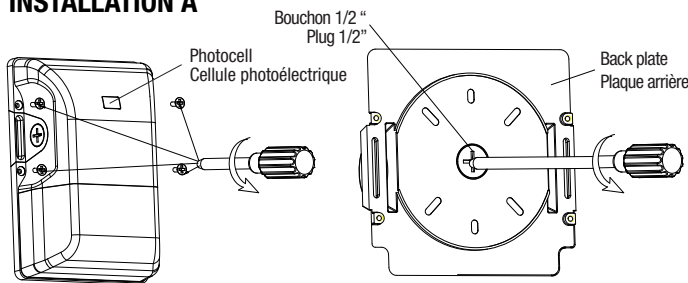

Fig. 1A
1. Unscrew the four screws and remove the back plate (Fig. 1A).
1. Dévisser les quatre vis et enlever la plaque arrière (Fig. 1A).